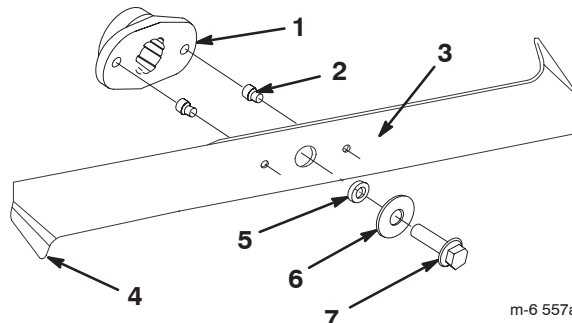

Figure 35
2. Inspectez les lames (Fig. 35). Si elles ne sont pas tranchantes ou si elles présentent des indentations, déposez et aiguisiez les lames (voir Aiguisage des lames, page 34).
3. Inspectez les lames, surtout les bords recourbés (Fig. 35). Si les lames sont usées ou endommagées à ces endroits, remplacez-les immédiatement.
4. Si les goupilles de cisaillement sont cassées, remplacez-les immédiatement (Fig. 35).
3. Enlevez les boulons, les rondelles et les lames (Fig. 35). Pour enlever le boulon, bloquez éventuellement la lame en introduisant une cale en bois entre la lame et le carter de tondeuse.
1. Installez les lames, les rondelles et les boulons de fixation (Fig. 35).